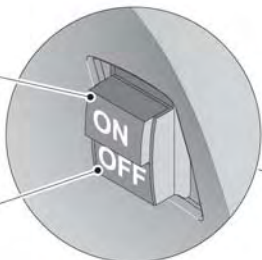

Fig. 5
7. Move the ON/OFF switch to the ON position. (fig.5)
7. Desplacen el interruptor ON/OFF en posición ON. (fig.5)